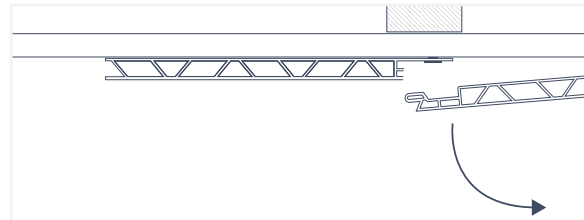

Fig. 42
5. Ahora, incline el panel adyacente hacia un lado y retire los tornillos del panel dañado (Fig. 42). [página siguiente]